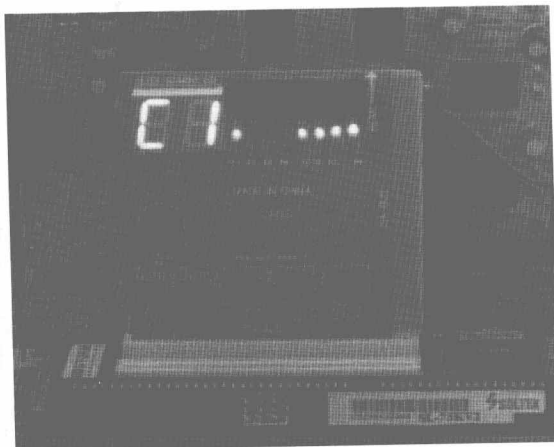

图 1-17 故障诊断卡显示代码“C1”
步骤⑥ 如果无错，并且检测结果正常，但不能引导操作系统，应该是软件或硬盘的故障，检查硬盘和软件方面，并排除故障。例如，图 1-17 所示的故障诊断卡显示代码为“C1”，表示没有内存条。